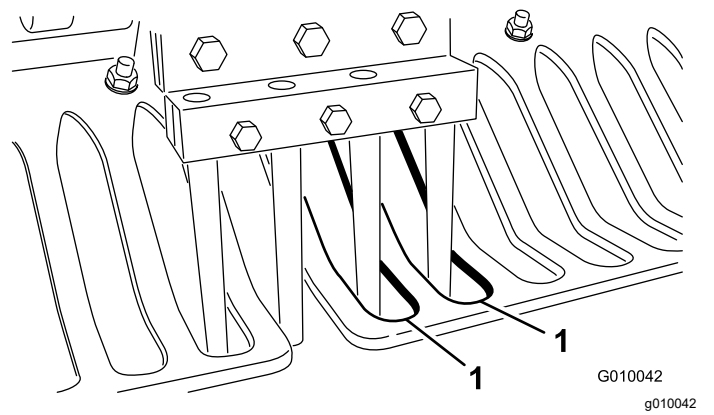

图 26
7. 检查打孔针对准护草板缺口的中心图 26。必要时调节护草板然后拧紧螺母。